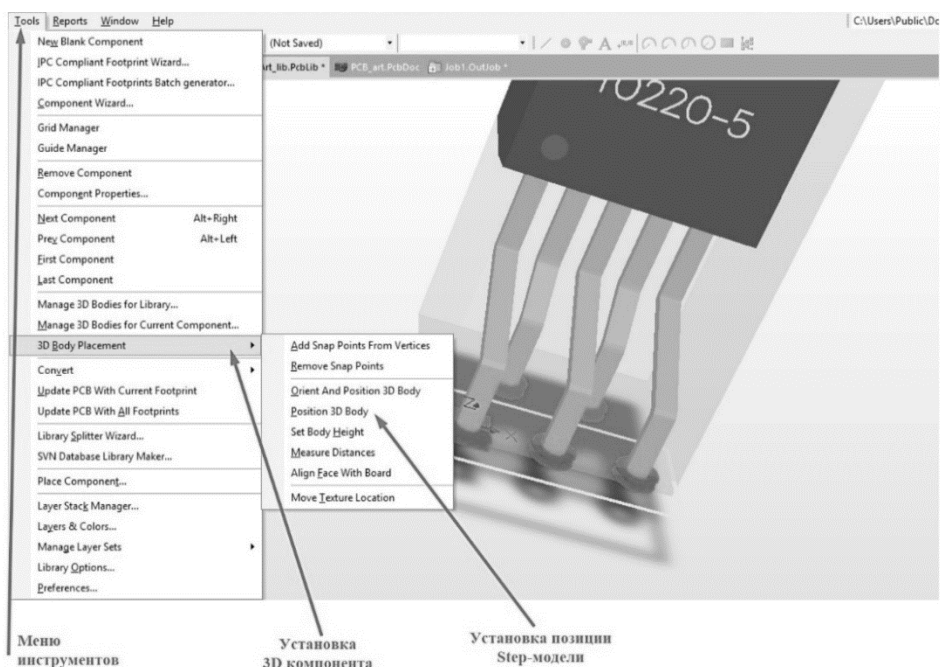

Рис. 3.79. Меню размещения step модели
- выбрать посадочное место в PCBLibrary (рис. 3.79);
- выбрать опцию (Place—3DBody) в инструментах главной панели (рис. 3.79);